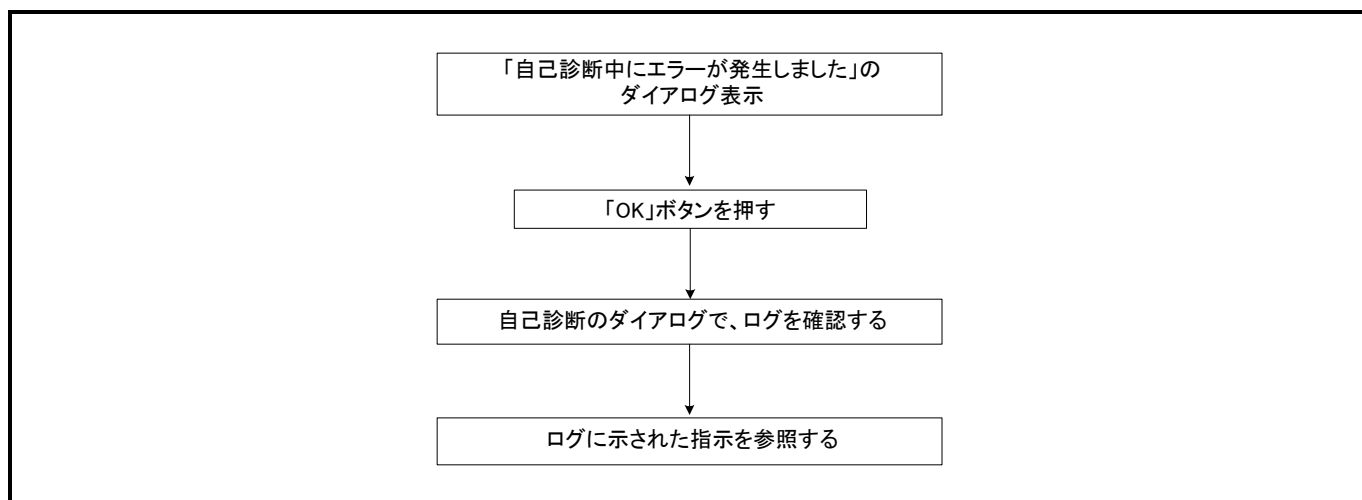

図6.2 自己診断エラー時の確認フロー
- ① E100エミュレータ本体とMCU Unitの接続を再度ご確認ください。
- ② 正しいファームウェアを再度ダウンロードしてください。
- ③ デバッガソフトの自己診断エラー時のログを確認いただき、ログに示された指示をご参照ください。(図6.2参照)